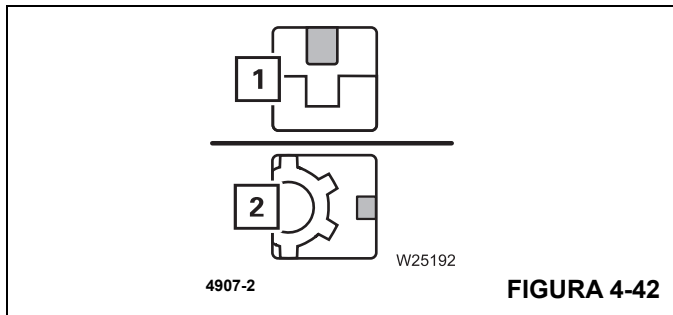

FIGURA 4-42
10. Desactive la corona de giro si va a trabajar en posiciones de 0° o 180° – el símbolo (1), (Figura 4-42), toma el color rojo; consulte *Desactivación de la corona de giro*, página 4-99.
11. Desactive el bloqueo de la cabina (si está instalado) para otras posiciones de trabajo – el símbolo (2), (Figura 4-42), toma el color rojo; consulte *Desactivación del bloqueo de giro en 360°*, página 4-54.